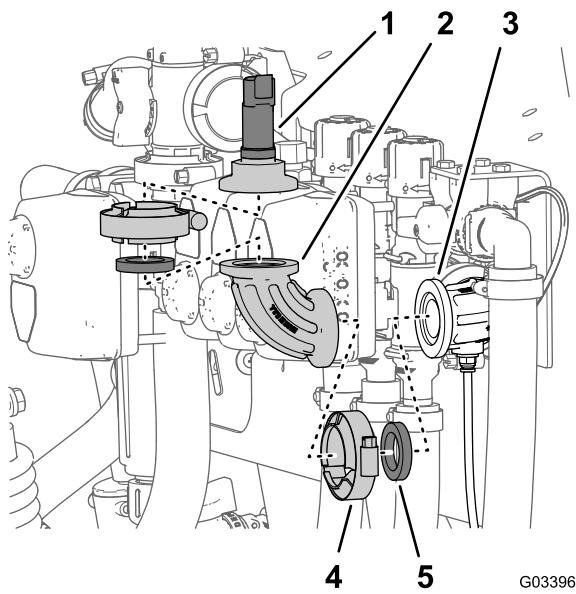

Рисунок 10
2. Снимите фланцевый хомут, который крепит датчик давления к прямоугольному штуцеру, а затем снимите датчик давления, прокладку и фланцевый хомут (Рисунок 10).
давления, а затем снимите прямоугольный штуцер, прокладку и фланцевый хомут (Рисунок 10).